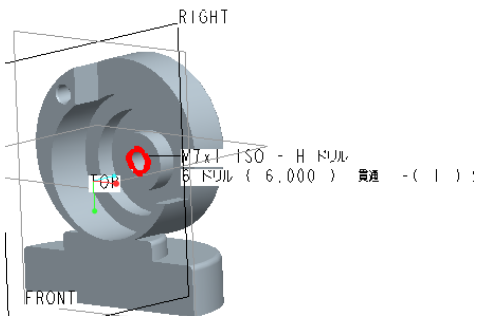

図 6-88 ねじ部の面取り指定
- フィチャー作成画面に入り、「面取りツール」を用いて以下の図 6-88, 6-89 に示す太線部を選択し、0.3mm の面取りを指定する。